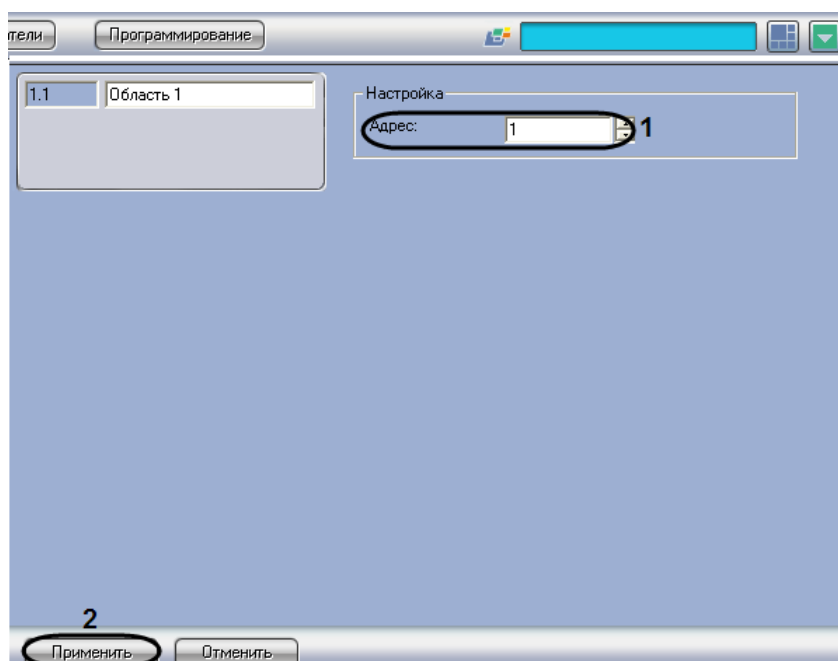

Рис. 3.5—2. Настройка раздела системы Digiplex EVO
2. В поле **Адрес** (см. Рис. 3.5—2, 1) ввести номер раздела в системе *Digiplex EVO* в диапазоне от 1 до 8.
3. Нажать кнопку **Применить** (см. Рис. 3.5—2, 2).